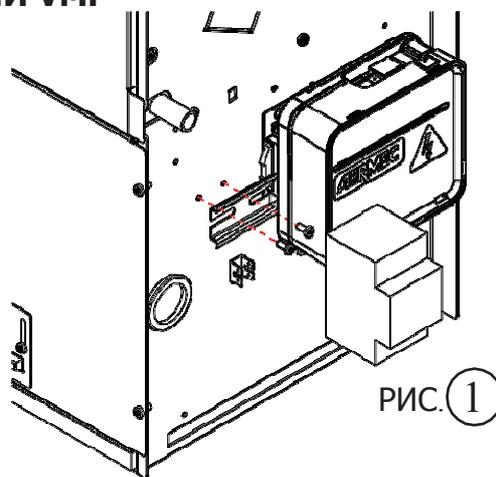

РИС. 1
- Для установки закрепите DIN-рейку Omega 35 мм сбоку с помощью 2 прилагаемых винтов (рис. 1)